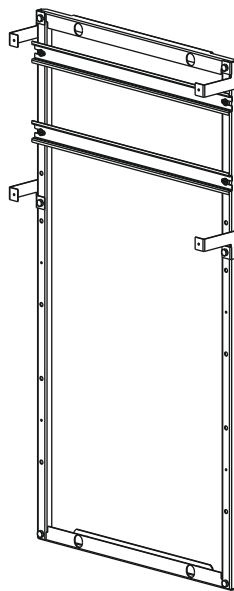

Рисунок 3
2.2 С помощью винтов резьбовыдавливающих М4х8 закрепите на раме одну Т-образную направляющую ТН 35-7,5 – для ЩЭ-2 или две – для ЩЭ-3, -4, -5, -6 (рисунок 3).